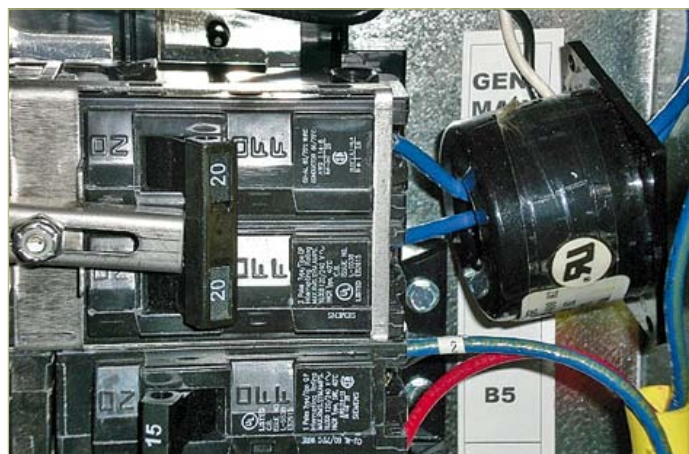

Figure 1. Logement du TC dans le tableau de transfert.
J'ai acheté sur eBay un transformateur de courant (TC) de rapport 150/1, homologué UL et CE, donc conforme à nos codes locaux. Mon électricien a passé à travers le noyau du TC les deux câbles bleus qui alimentent les huit disjoncteurs du tableau de transfert, et ce de façon additive (figure 1). L'intensité du courant secondaire est égale à celle du primaire divisée par le rapport de transformation, ici 150. La puissance nominale du TC est de 5 VA. Il peut donc produire sans saturation une tension secondaire efficace théorique d'environ 31 V_{eff} (charge de 200 Ω) avec la surcharge admissible nominale de 23,33 A de la génératrice. C'est plus que suffisant pour l'indicateur de charge distant.